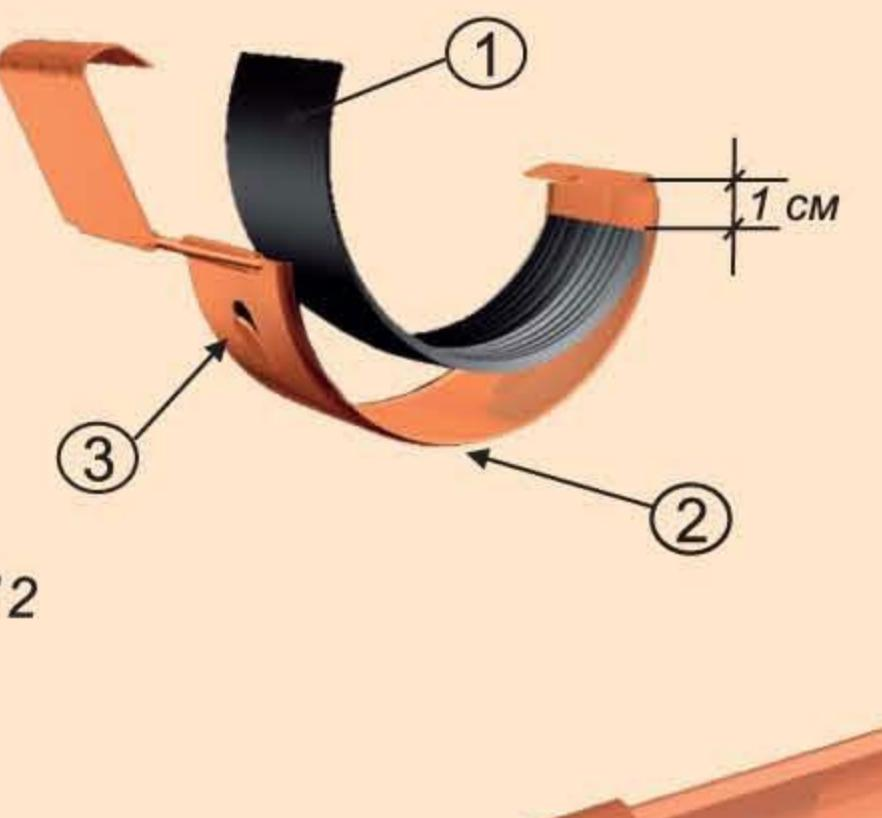
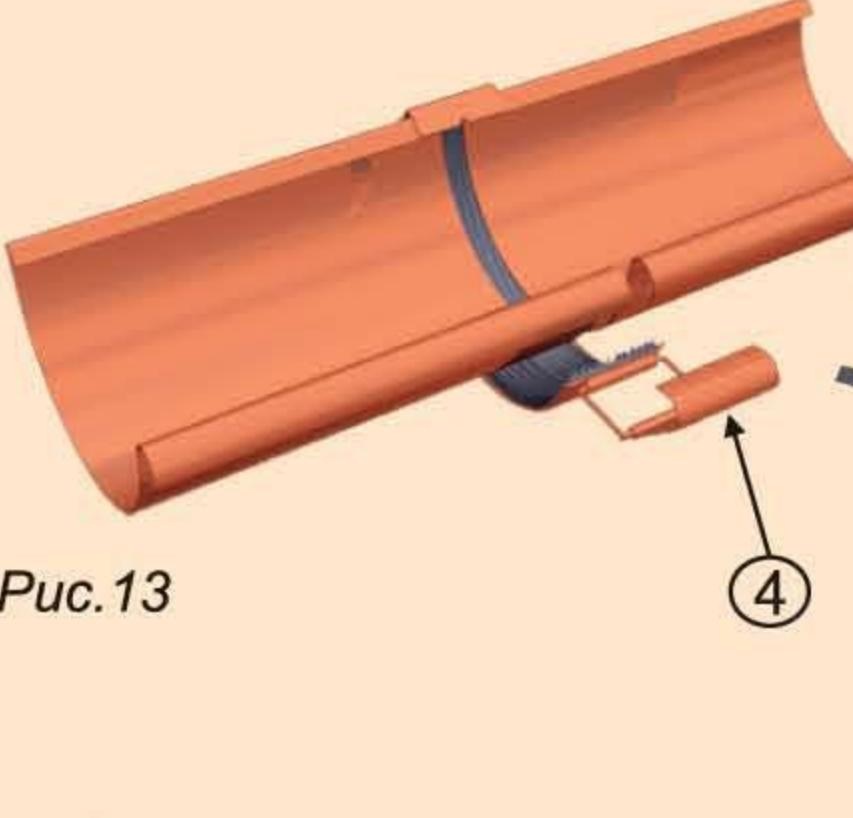

Рис.10
Рис.11
Вставьте желоб в крюк, заведя его переднюю часть за носик крюка так, чтобы носик крюка оказался внутри завитка желоба (рис.10). Поверните желоб на 90° в сторону кровельного ската. Затем расположите желоб внутри крюка и зафиксируйте с помощью специальных пластин фиксаторов ① (рис.11).